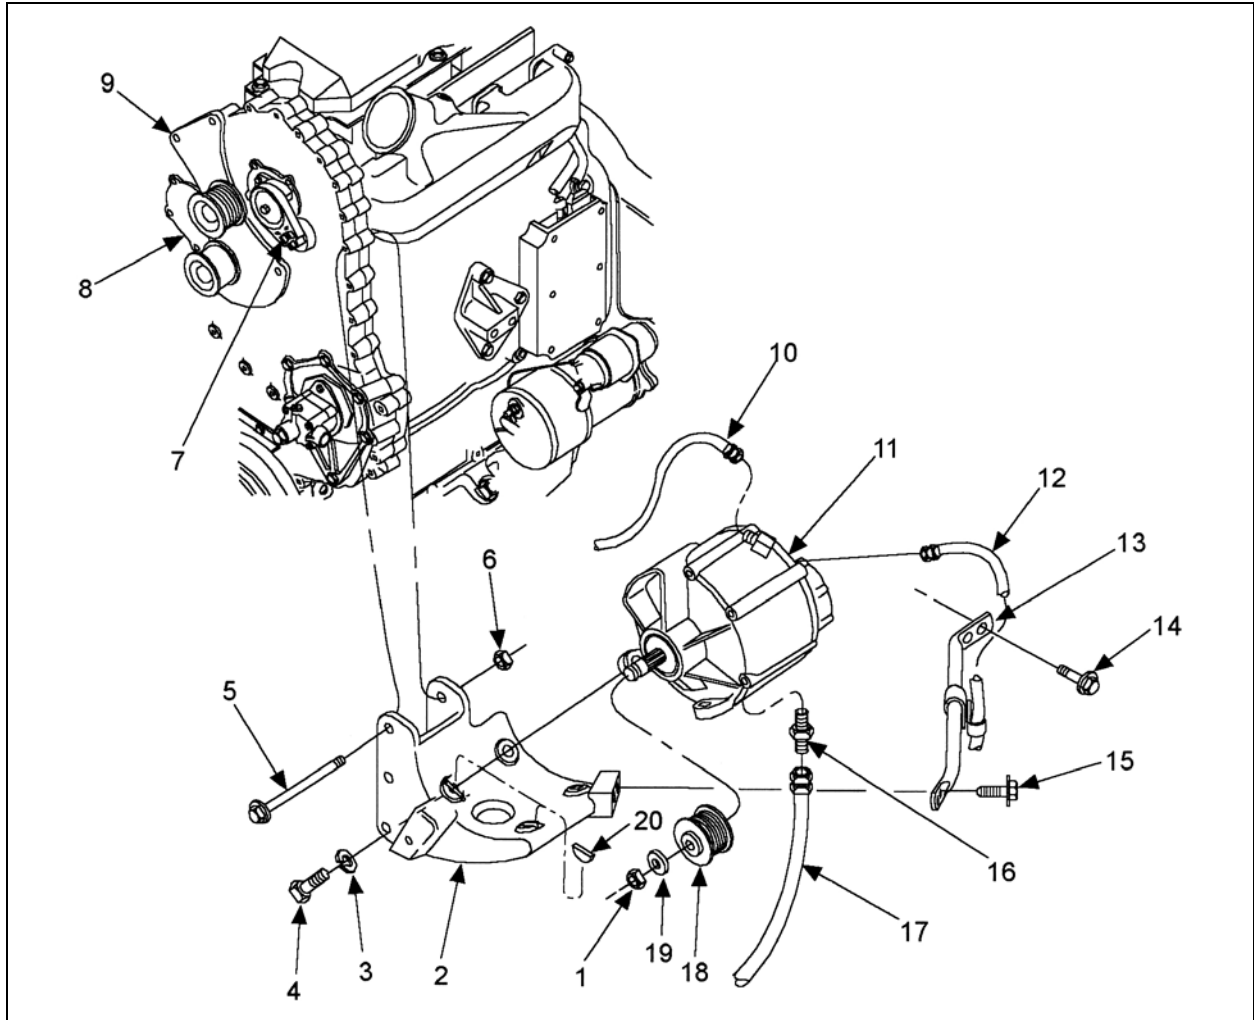

FIGURE 4 : ALTERNATEUR DELCO, INSTALLATION ACTUELLE
4. Si un tendeur à ressort est installé (comme à la figure 4), utiliser une poignée articulée avec un carré d'entraînement de $\frac{3}{4}$ pouces pour pivoter le tendeur vers le haut et ainsi libérer la tension de la courroie d'entraînement des alternateurs. Retirer la courroie.